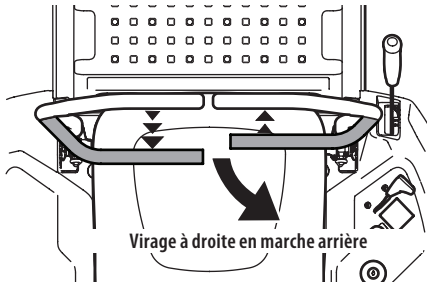

Figure 33
- Pour tourner à droite en marche arrière, poussez la barre de conduite droite vers l'avant et tirez la barre de conduite gauche vers vous (Figure 33).